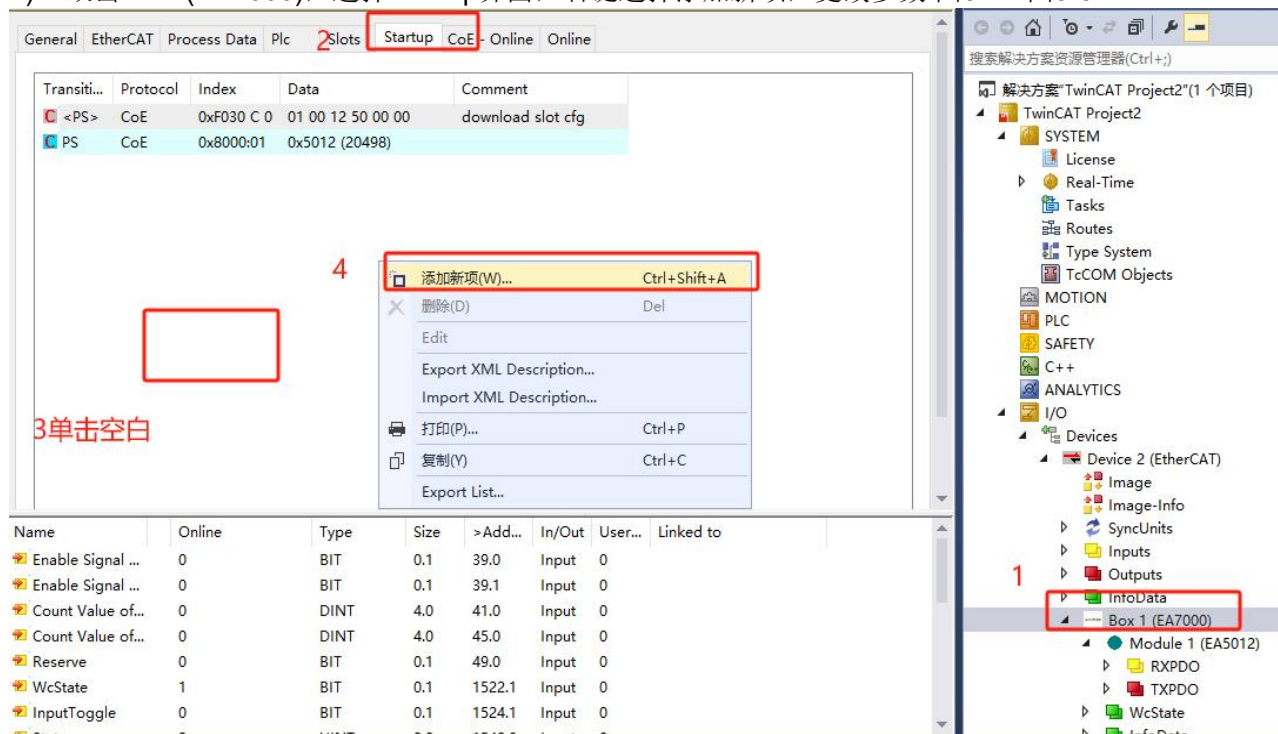
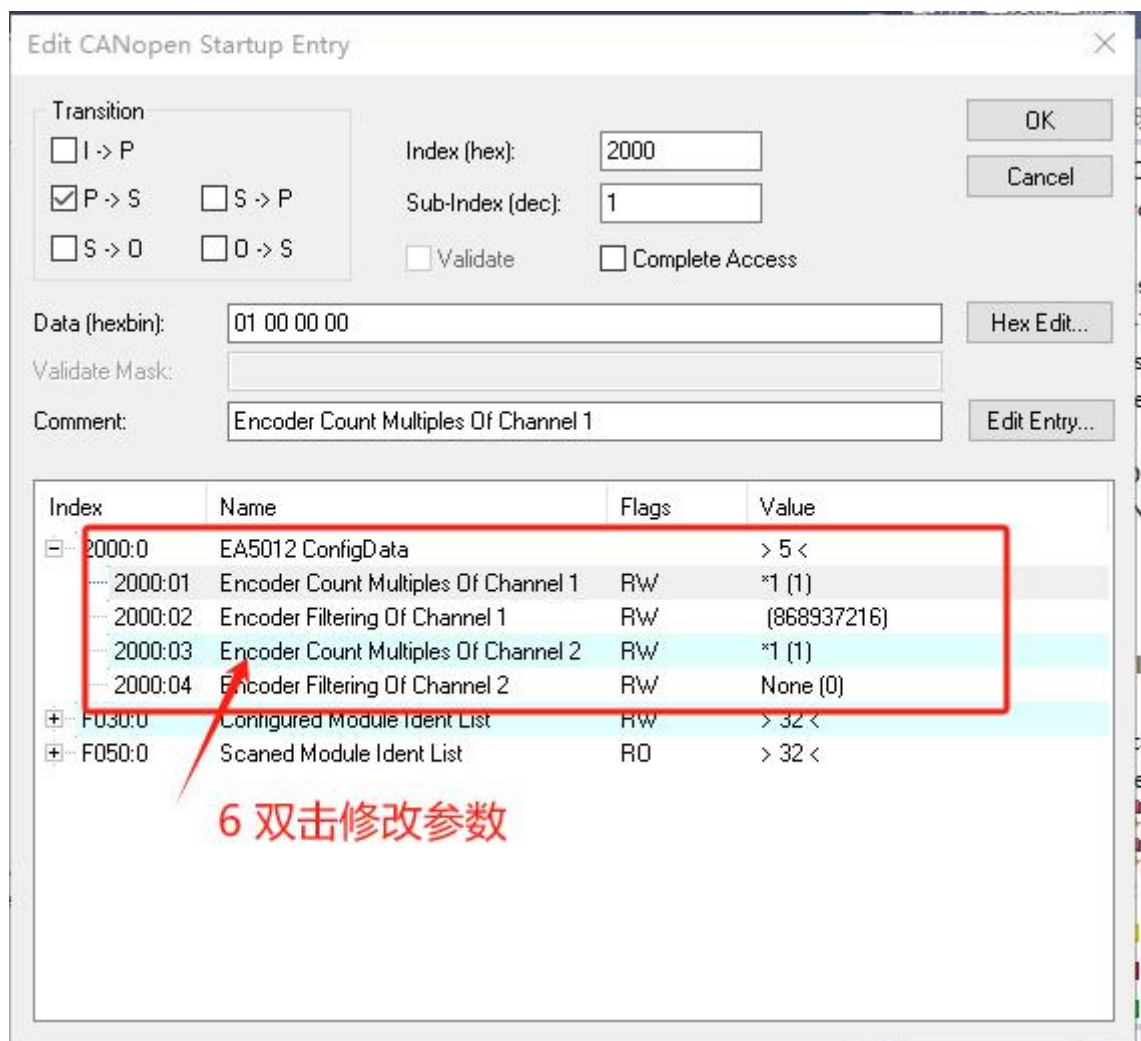

图5-7
图5-8
1) 双击Box1(EA7000)，选择Startup界面，右键选择添加新项，更改参数 图5-7 图5-8